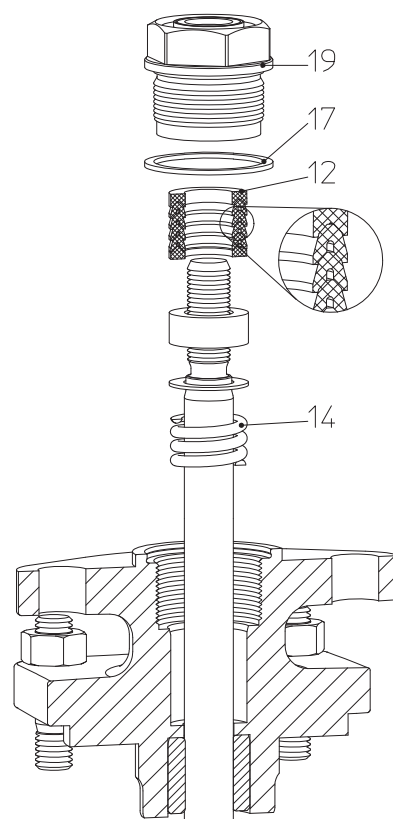

Fig. 12: Empaquetadura angular DN15-150
- Al cambiar las empaquetaduras angulares (pos. 12) preste atención al orden de colocación y a la posición de montaje de las distintas piezas (véase Fig. 12).